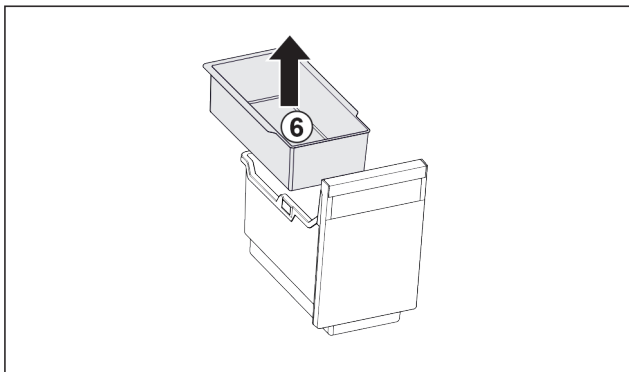

Fig. 195
- ▶ Einhängeschale Fig. 195 (6) entnehmen.